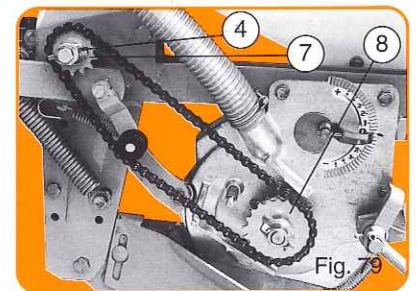

Fig. 79
- 4 Débrayage (fig. 79) : le clip placé dans le trou du pignon assure l'entraînement, le clip placé dans le trou hors pignon libère l'entraînement.
- 4 Disengaging (fig. 79) : when the lynch pin is placed in the hole of the sprocket, the drive is engaged. When the lynch pin is placed in the hole next to the sprocket, the drive is disengaged.
- 4 Desembrague (fig. 79) : el anillo pasador colocado en el agujero del piñón asegura la marcha. El anillo pasador colocado en el agujero fuera del piñón libera el arrastre.